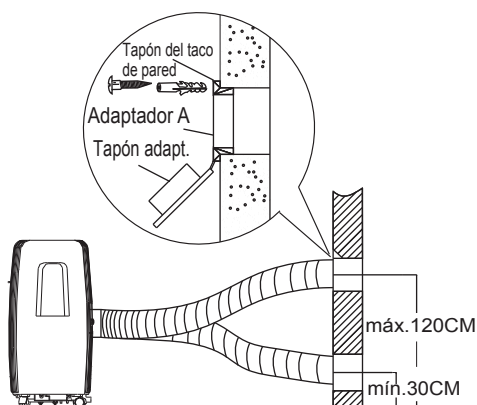

Imagen 19
1. Realice un orificio en la pared. Instale el adaptador A en la pared (exterior) utilizando cuatro tacos de pared y tornillos. Asegúrese de fijarlo correctamente (imagen 19).